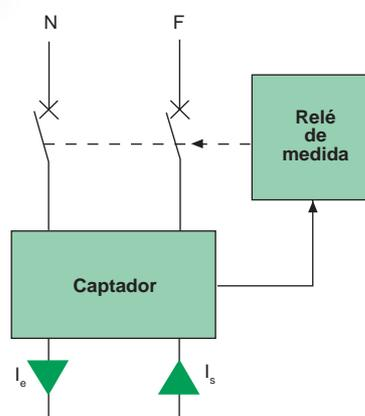

Fig. 2.2. Componentes básicos de un diferencial.
- Un diferencial colocado aguas arriba del punto de contacto puede medir la intensidad que atraviesa a la persona e interrumpirla si ésta es peligrosa (**fig. 2.2**).